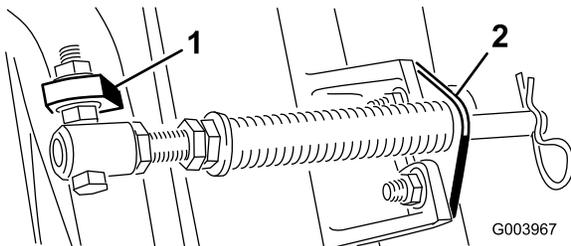

Figura 5
- C. Montate il bullone del tubo della molla sull'aletta opposta, sul telaio portante, e fissatelo con il dado flangiato. Posizionate la testa del bullone sul lato esterno dell'aletta, come illustrato nella Figura 5.
D. Montate la staffa dell'asta sulle alette degli elementi di taglio usando i bulloni a testa tonda e i dadi (Figura 5).